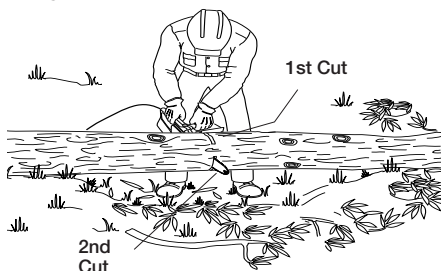

Figure 16 - Tronçonnage d'une bille soutenue aux deux extrémités
1. Faire la première entaille à partir du dessus de la bille. (voir la Figure 16.) Scier sur le tiers du diamètre de la bille. Cette entaille permet d'éviter la production d'éclats de bois.